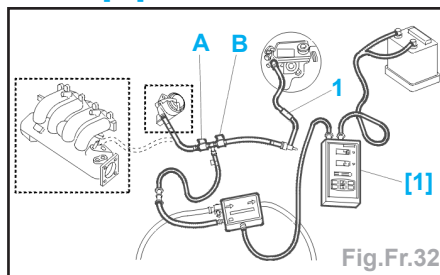

Fig.Fr.32
- fermer la vanne (A) (Fig.Fr.32),
- Ouvrir les vannes (A) + (B) (Fig.Fr.32).
- Fermer la vanne (A).
- Ouvrir les vannes (A).